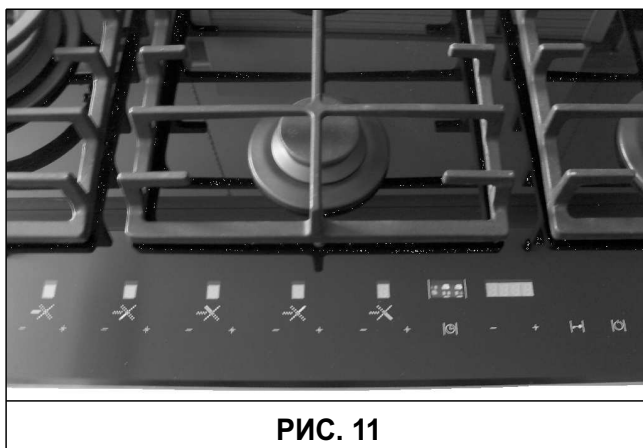

РИС. 11
Начало процедуры регулировок обозначается на дисплее надписью "MIN". Теперь можно выбрать конфорку, которую необходимо отрегулировать при помощи кнопок 12 и 13 ("- и "+" установки часов), а затем подтвердить кнопкой "Часы" (11). Выбранная конфорка включится с минимальной мощностью, после чего есть возможность увеличить или уменьшить минимальный уровень мощности, нажимая, соответственно, на кнопки "+" и "-" конфорки. Во время процедуры регулировки, дисплей уровня пламени воспроизведет информацию о том, соответствует ли установленный минимум фабричному значению. Показания изменятся на мигающие "Λ" или "v", указывая, соответственно, большую или меньшую мощность по сравнению с установленной изначально. Для подтверждения желаемого значения минимальной мощности, необходимо нажать кнопку "Часы" (11). Надпись "MIN" останется и не будет мигать ни один из индикаторов Сид, следовательно, теперь следует нажать кнопку "Часы" (11), чтобы закончить процедуру, или нажать кнопки 12 и 13 для того, чтобы выбрать другую конфорку и установить на ней минимальную мощность. Минимальные значения уровня мощности будут приняты и сохранены устройством и будут использоваться при обычном применении варочной поверхности. (см. рис. 11)
Можно настроить варочную поверхность на функционирование с газом-метаном или сжиженным газом пропаном. Для начала процедуры выбора горючего газа, необходимо, чтобы плита находилась в рабочем режиме с выключенными конфорками. Достаточно одновременно нажать кнопки - конфорки 5, - конфорки 1 и кнопку 12 (для 90 см), кнопки - конфорки 5, - конфорки 2 и кнопку 12 (для 60 см) их минимум 2 секунды. При начале процедуры выбора типа горючего газа выключается дисплей уровня конфорок, а на дисплее таймера появляется надпись "nAt" или "LPG", в зависимости от установленной конфигурации, используемой в данный момент. Можно выбрать желаемую установку при помощи кнопок 12 и 13. Для окончания процедуры, оператор должен нажать кнопку "Часы" (11). Активация этой функции приводит к аннулированию возможных сроков выключения, установленных для конфорок (см. рис. 11).